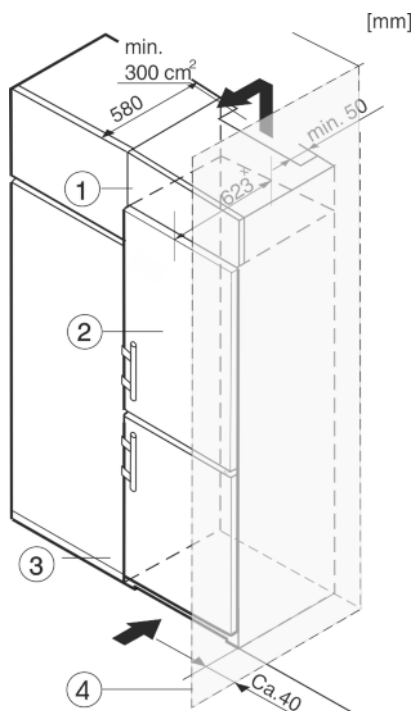

Fig. 11
Zařízení lze zabudovat do vybavení kuchyně. K vyrovnání přístroje *Fig. 11 (2)* na výšku kuchyňské linky lze na přístroj nasadit odpovídající nástavec *Fig. 11 (1)*.
Při montáži do kuchyňských skříní lze přístroj instalovat hned vedle kuchyňské skříně *Fig. 11 (3)*. Aby bylo možné otevřít dvířka, musí spotřebič vystupovat minimálně o 65 mmx vůči přední části kuchyňských linek. V závislosti na hloubce kuchyňských linek a použití vymezení odstupů od stěny může spotřebič dále vyčnívat.
Když se přístroj instaluje závěsy vedle stěny *Fig. 11 (4)*, musí být vzdálenost přístroje od stěny alespoň 40 mm. To odpovídá přesahu madla při otevřených dveřích.